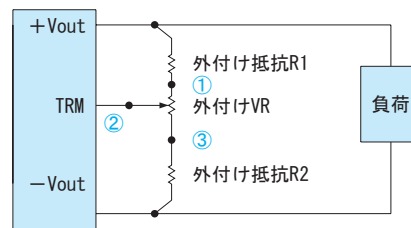

図1.3 外付け部品の接続方法
- ボリューム (VR) と抵抗 (R1, R2) を図1.3のように接続することで出力電圧を可変できます。
- 出力電圧を高くするには、②-③間の抵抗値が小さくなるようにボリュームを回してください。